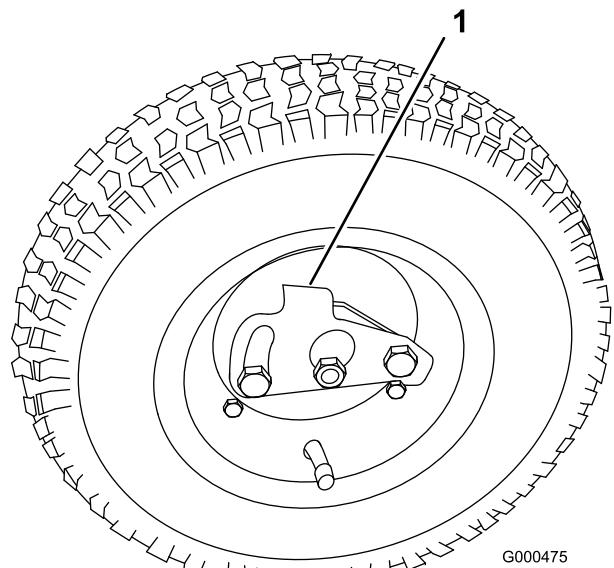

Figura 8
- Empurre o dispositivo de bloqueio da roda para o centro da roda e deslize a roda na direção do eixo hexagonal (Figura 8).